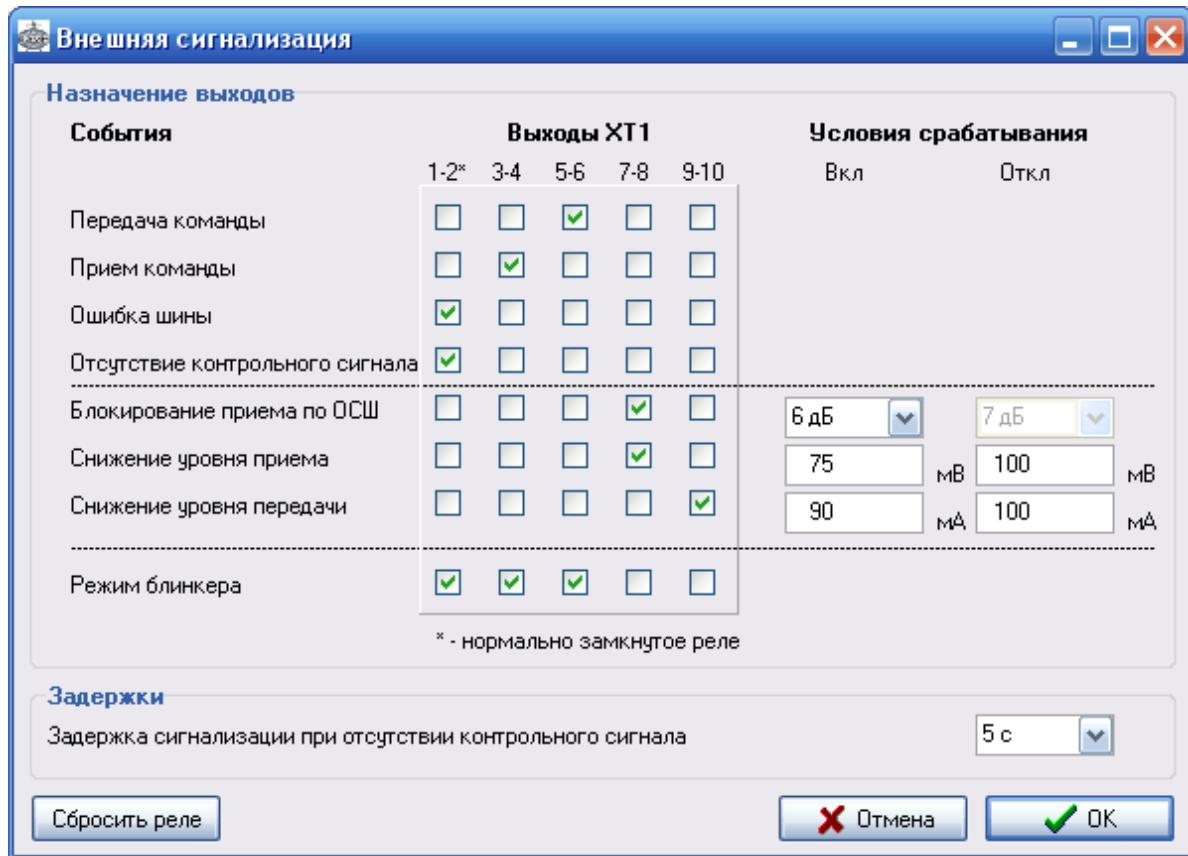

Рисунок 1.28 – Окно настройки внешней сигнализации
– «Внешняя сигнализация» (рисунок 1.28);
На реле сигнализации в окне «Внешняя сигнализация» (рисунок 1.28) могут быть назначены следующие события: